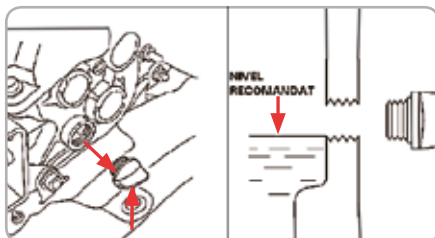

Fig.5
**Alimentare ulei transmisie (fig.5):**